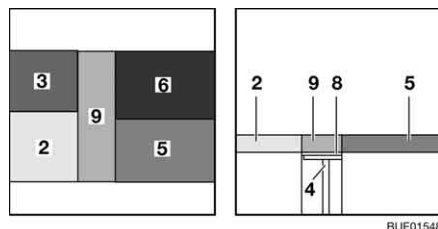

Fig. 144 Après la transformation
- Poser le coussin de dossier (Fig. 144,6) sur la table devant le coussin d'assise (Fig. 144,5).
- Poser le coussin supplémentaire (Fig. 144,9) entre la banquette et le siège Vario.
- Poser le coussin de dossier (Fig. 144,3) sur la rallonge du siège Vario devant le coussin d'assise (Fig. 144,2).